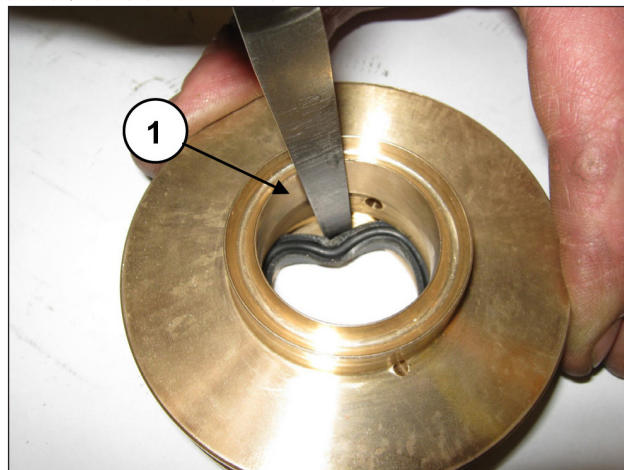

图 180
要拆除低压密封圈，必须使用厚度计或不会损坏密封圈底座底部的工具（位置①，图 180）。